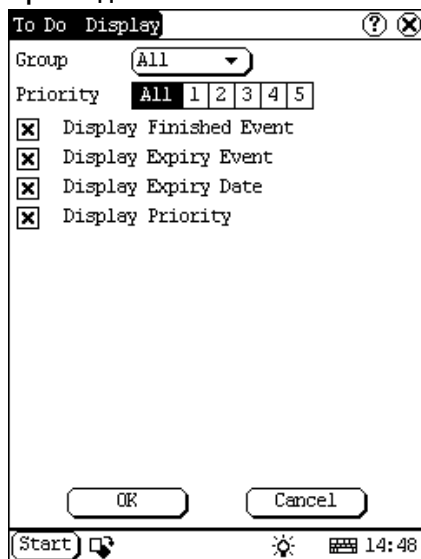

Рисунок 4-27
- 5) Нажмите поле на левой стороне описания функции, когда 'X' укажит в поле , функция выбрана.(см. рисунок 4-27)